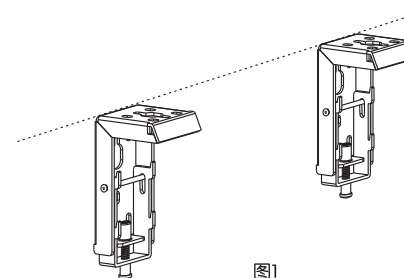

图1
2. 将安装架安装在银幕背面或顶部所对的平面上，并且确保左右两个安装架在同一条水平直线上。（建议：安装时在墙面或天花板上画一条水平直线）（如图1）